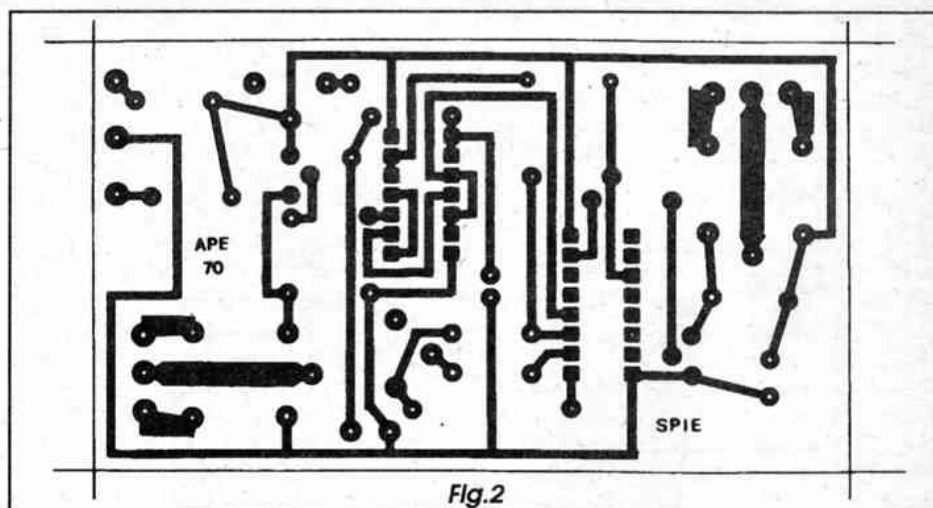

Fig.2
- **FIG. 2 - LAY OUT DO CIRCUITO IMPRESSO ESPECÍFICO** - Principalmente devido à presença dos dois relês, a placa não resultou muito pequena, ainda que sem exageros no seu tamanho final... O diagrama mostra, em escala 1:1, a sua face cobreada, com as áreas em negro indicando as partes (ilhas e pistas) a restarem após a corrosão (áreas em branco indicam as regiões onde a película de cobre é removida pela solução de percloroeto...). Com os integrados (e também os relês...) exigindo um certo rigor mecânico (tamanhos e posicionamentos) das respectivas ilhas, recomenda-se o uso de decalques apropriados na traçagem, feita após a cópia com carbono diretamente sobre a superfície cobreada de um fenolite virgem nas indicadas medidas... Após a corrosão, lavagem, furação e limpeza, tudo deve ser muito bem conferido, corrigindo-se eventuais falhas ou *curtos*... Observar com especial atenção as regiões entre as ilhazinhas destinadas à inserção das *perninhas* dos dois integrados, muito susceptíveis a *curtos* ou contatos indevidos, devido às suas dimensões reduzidas e extrema proximidade... Aos *começantes*, recomendamos ler com atenção as **INSTRUÇÕES GERAIS PARA AS MONTAGENS**, antes de iniciar qualquer procedimento...!